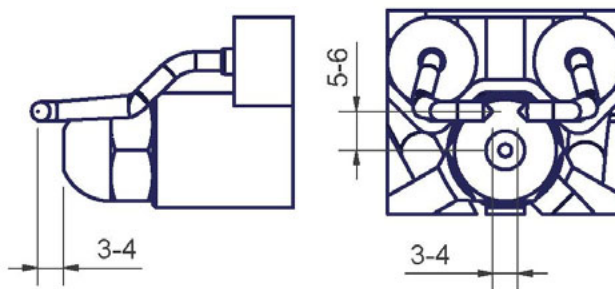

Рис. 31
- Проверить запальные электроды, почистить, подрегулировать и, при необходимости, заменить (см. Рис. 31).
Отрегулировать положение электродов и форсунки, соблюдая размеры (в мм), указанные на Рис. 31.